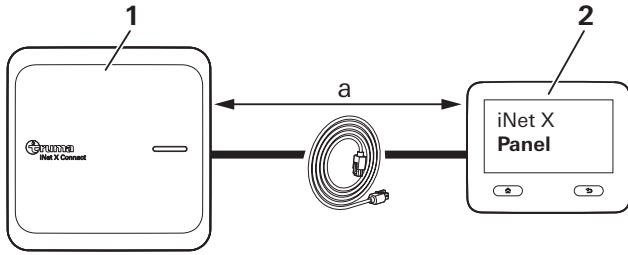

Abb. 2
- ▶ Sicherungen und/oder Fehlerschutzschalter (FI) im Fahrzeug ausschalten.
- Das Connect möglichst in der Nähe des Panels platzieren (Abb. 2).
- Prüfen, ob die Kabellänge ausreicht (Abb. 2).